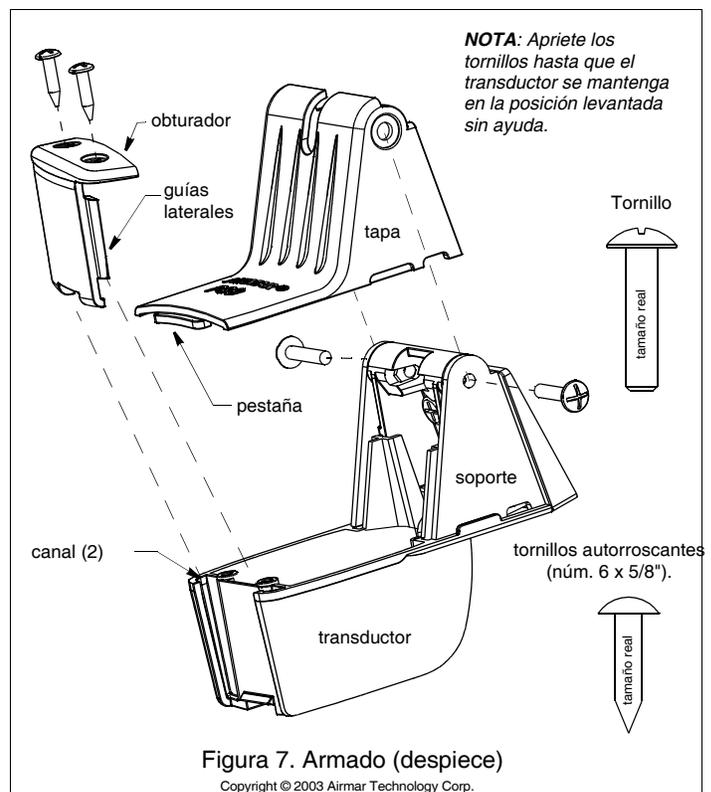

Figura 7. Armado (despiece)
1. Sitúe la tapa en el transductor (figura 7). Alinee los orificios de la tapa con los orificios del transductor y el soporte.